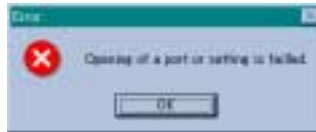

図1 . 1 通信設定時のエラーダイアログ
- 3) WinEfpRE . EXEを実行します。WinEfpREを実行するとEnvironment Settingダイアログが表示されますので、COM PortとBaudrateの設定を行なってください。COM PortとBaudrateの設定が済みましたらOKボタンをクリックします。COM Portの設定に誤りがあった場合は、図1 . 1のダイアログが表示されます。